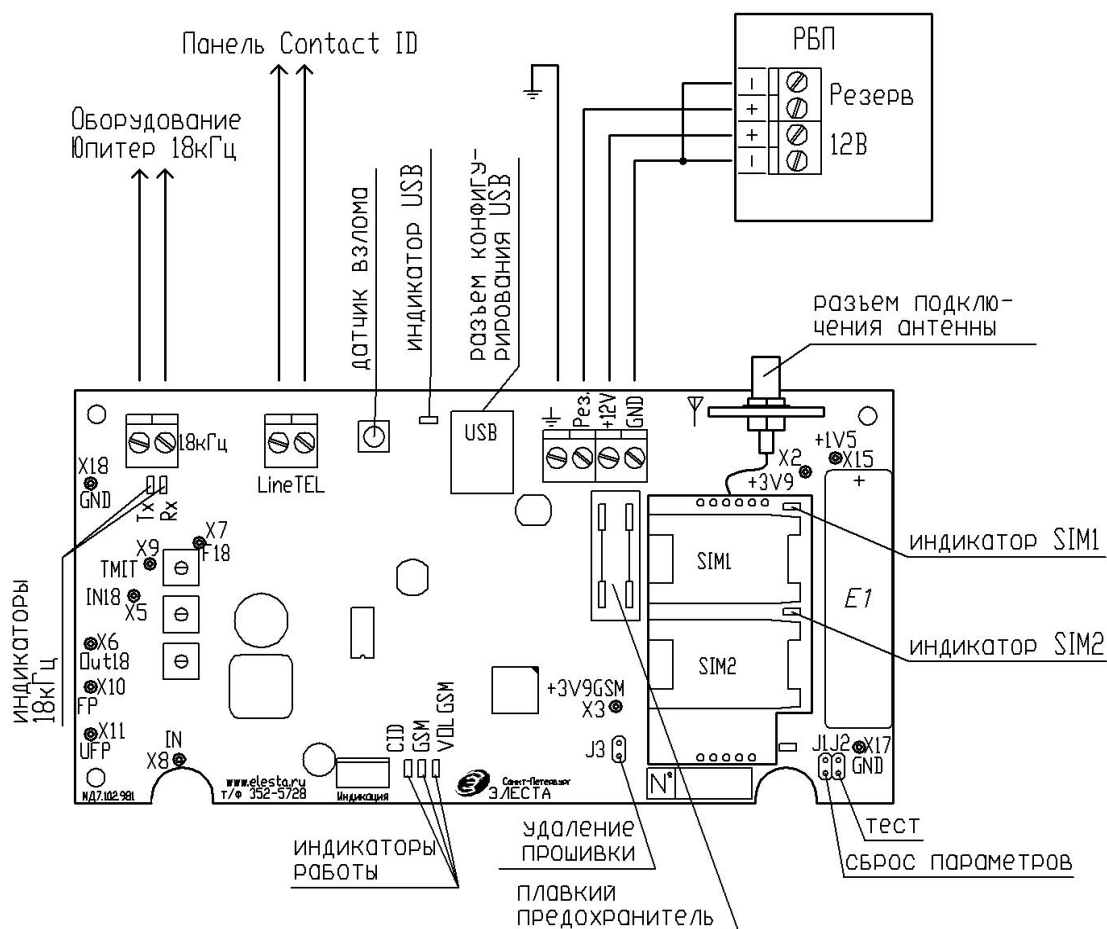

Рисунок 3. Типовая схема подключения.
- 5) Подключение к РБП производится в соответствии со схемой на рис. 3.
- 5) Подсоединить провод заземления к клемме заземления (рис. 3).
- 6) Подсоединить провода питания прибора к РБП (рис. 3).
- 7) Подключить объектовый прибор к колодке соответствующего интерфейса (рис. 3).
Индикация уровня сигнала производится с помощью индикатора VOL GSM, расположенного на плате конвертера (рис. 3). Логика работы приведена в таблице Ошибка: источник перекрестной ссылки не найден.